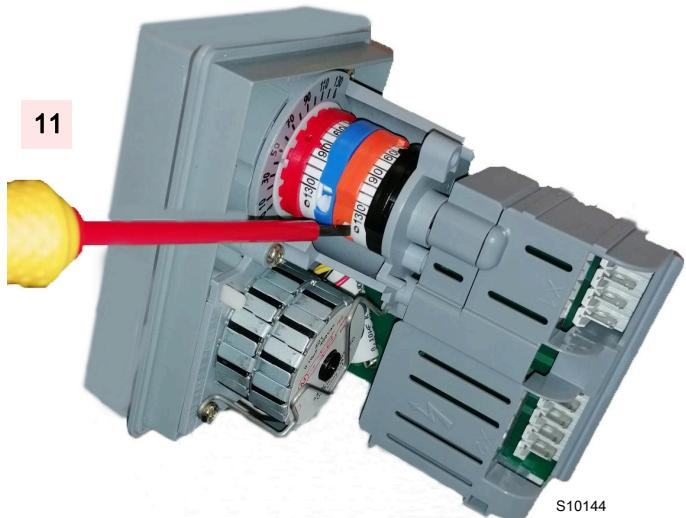

图 33
- 对凸轮 III 做任何必要的调节时，应使用扳手 11 (图 33)。
- 11 用于调节凸轮 III 的扳手 (图 33)
- 如果需要减少供气量 , 可以逐步减小橘色杠杆 (图 33 页 26) 的角度 , 例如从 15° 依次逐渐减小至 13° 、 11°